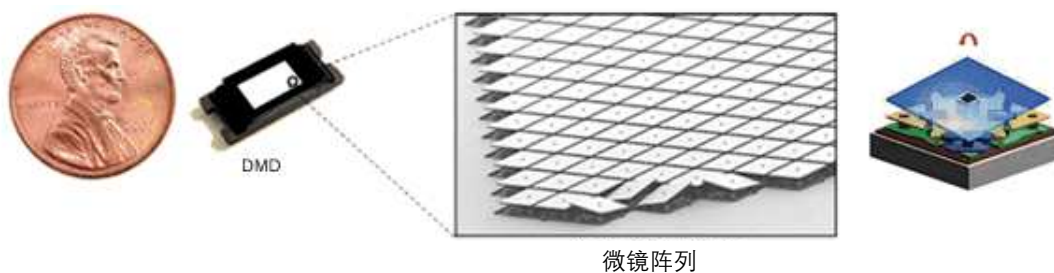

图 1.1. 数字微镜器件 (DMD)
德州仪器 (TI) 的 DLP Pico 技术是一款机电系统 (MEMS) 技术；此项技术使用一个数字微镜器件 (DMD) 来调制光线。一个 DMD 由成百上千个，以二维阵列方式组合在一起的高反射性、数字可切换、微米级的镜面（微镜）组成。DMD 上的每个微镜代表屏幕上的一个像素（图 1-1），并且是单独调制的，与色序照明同步，以生成出令人惊艳的显示效果。从媒体投影仪到平板电脑和智能手机内的投影仪，DLP Pico 技术推动了全球产品展示的发展。TI 的 DLP Pico 芯片组非常适合于需要高分辨率和高亮度，而又小巧、功耗低的任何显示系统。